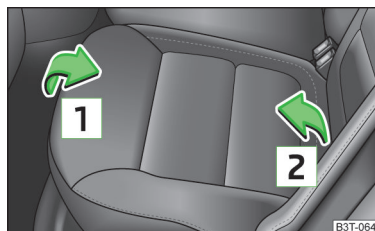

Fig. 60
- Levantar la banqueta en el sentido de la flecha 1 » fig. 60 y abatirla hacia delante en el sentido de la flecha 2.